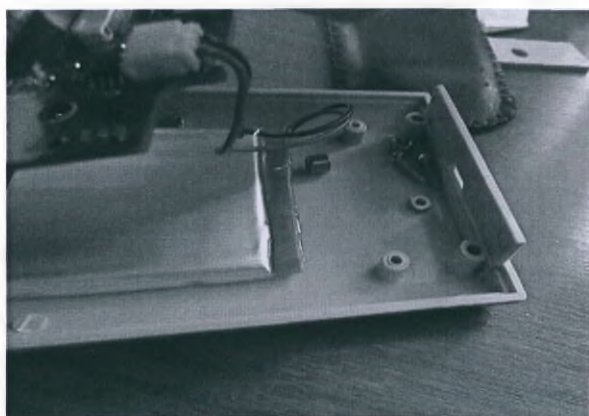

Рисунок 29
- Отклейте корпус батареи от удерживающего её двухстороннего скотча (см Рисунок 29).